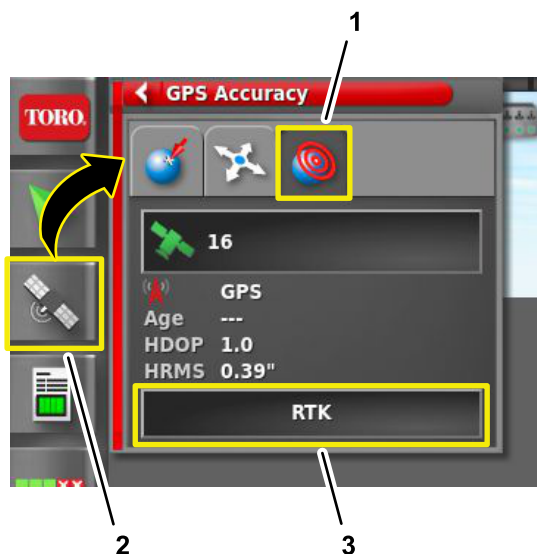

Figure 208
3. Sur la console de commande GeoLink, appuyez sur l'icône INFORMATION GPS (Figure 208).